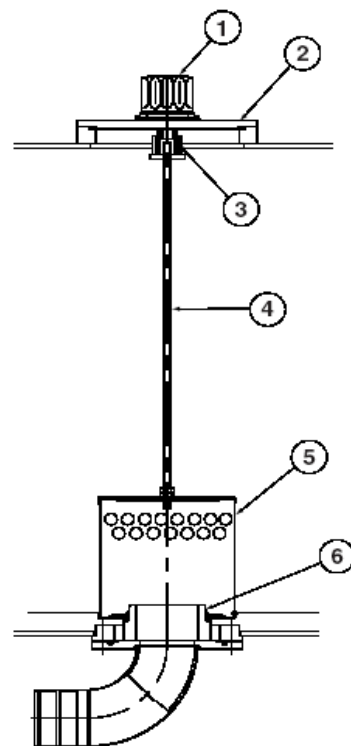

Рис. 97
4. Вращая крышку сапуна (1, рис. 97) стравить сжатый воздух из гидравлического бака.
6. Осторожно снять болты и крышку (2, рис. 97) с верхней части бака гидравлического масла. Под крышкой находится пружина (3), которая выталкивает крышку вверх.
7. Извлечь пружину (3, рис. 97) и сетчатый фильтр (5), потянув за стержень (4).
9. Установить сетчатый фильтр (5, рис. 97) на утолщенную часть всасывающей трубы.
11. Установить пружину (3, рис. 97) на стержень (4) и собрать крышку (2).